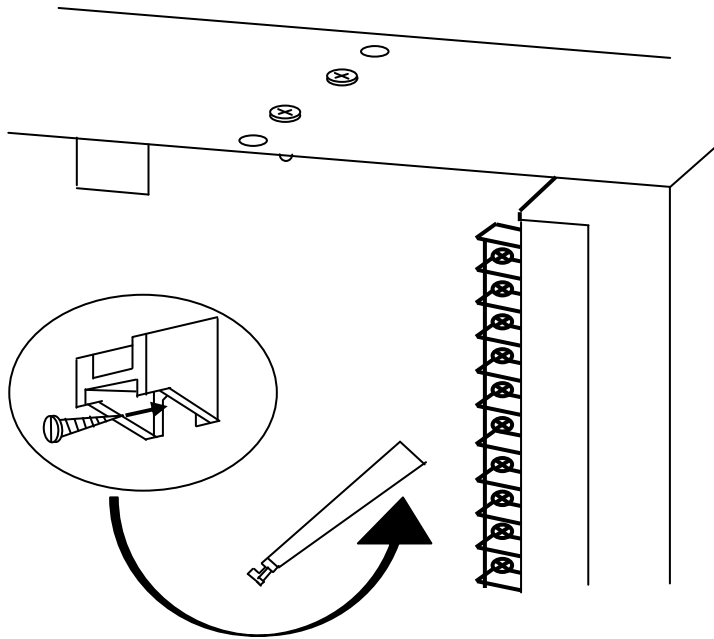

Figura 2
- Instale la guía en los orificios mecanizados. Los circuitos de los módulos receptores se han de colocar en cualquiera de los dos espacios situados a la izquierda del circuito de la central. Coloque la guía en el orificio elegido, pero todavía no apriete su tornillo de sujeción (Figura 2).